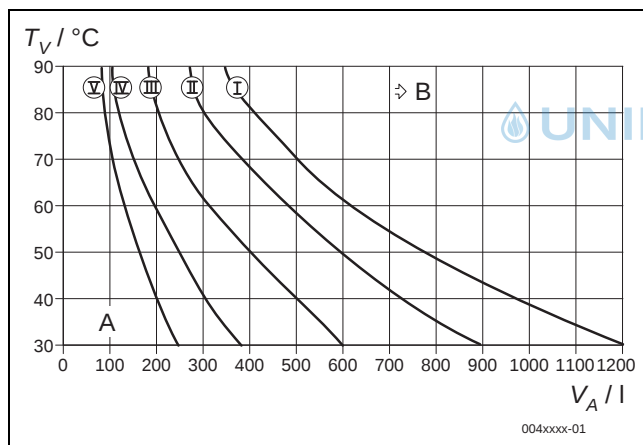

Bild 49 Größe des Ausdehnungsgefäßes für Pufferspeicher mit maximal 400 l Inhalt bestimmen
- Das in Bild 49 genannte maximale Anlagenvolumen wird nicht überschritten.